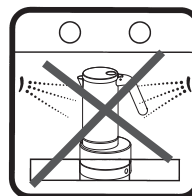

Fig. 15
- Diska inte mokabryggaren i diskmaskinen. (fig. 15)